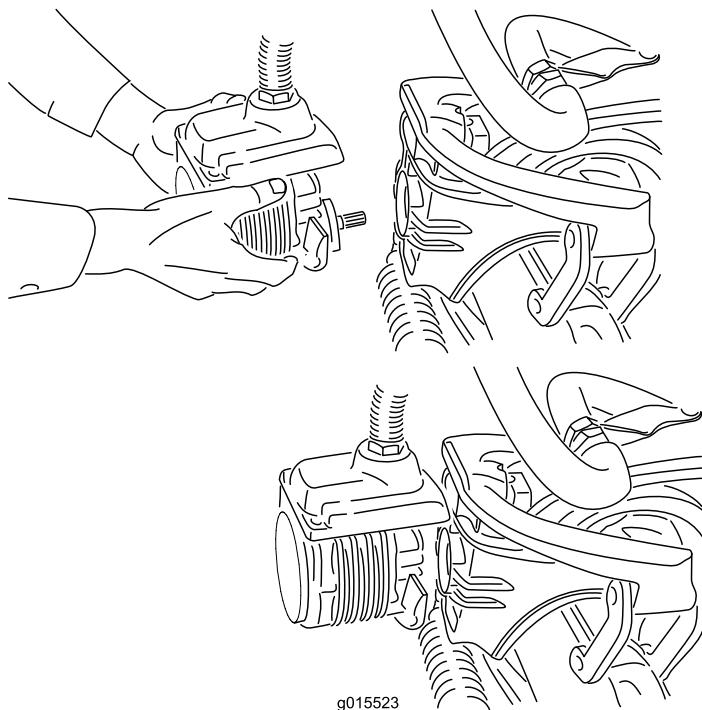

Figura 36
- Mueva el motor al lugar de almacenamiento en la parte delantera del brazo de suspensión (Figura 36).